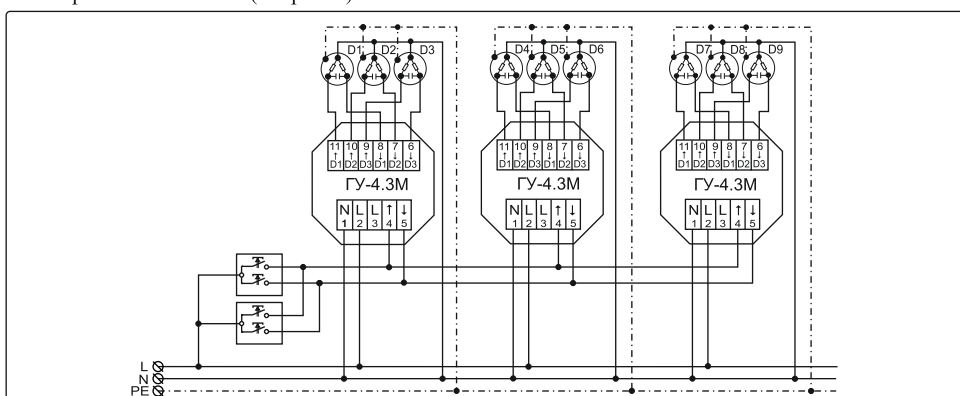

Рисунок 2. Схема подключения трех ГУ-4.3М для управления 9-ю моторами
- При необходимости управления группой роллет из нескольких точек подключить второй выключатель (см. рис. 2).
- Подключить клеммы 4 всех устройств ГУ-4.3М к контакту выключателя, отвечающему за направление «ВВЕРХ» (см. рис. 2).
- Подключить клеммы 5 всех устройств ГУ-4.3М к контакту выключателя, отвечающему за направление «ВНИЗ» (см. рис. 2).